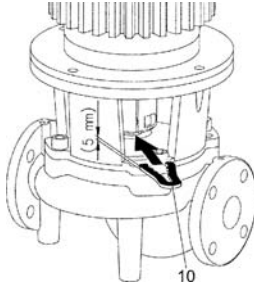

Fig. 19: A szerelő villa behelyezése
- Tolja be a szerelő villát (Fig. 19, 10. poz.) a közdarab és a kuplung közé. A szerelő villának hézagmentesen kell illeszkednie.